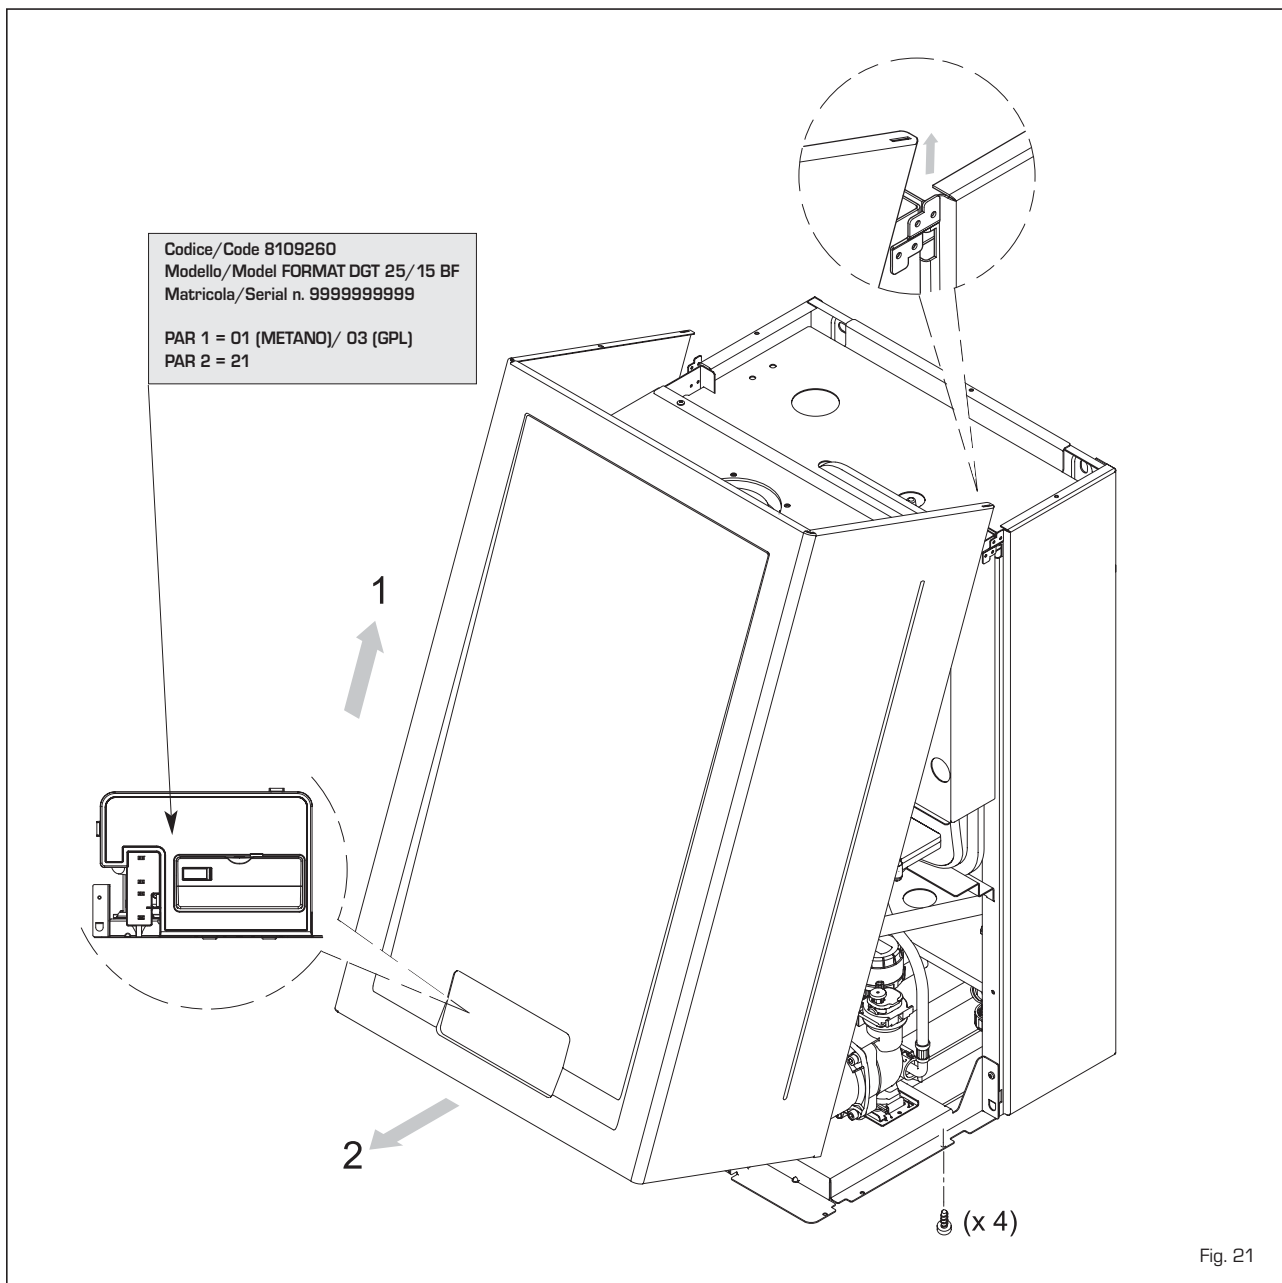

Fig. 21
4.3 DESMONTAJE DE LA ENVOLVENTE (fig. 21)
Para un fácil mantenimiento de la caldera es posible desmontar completamente el blindaje como se indica en fig. 21.